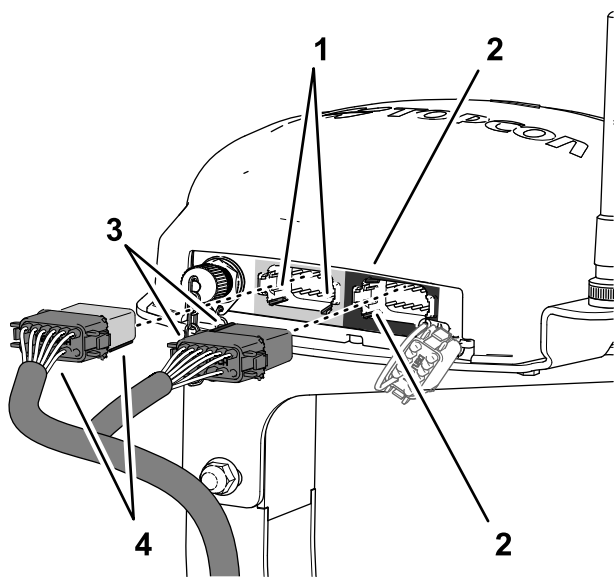

图200
3. 将数据线束的灰色和黑色 12 插槽接头较长一侧上的 2 个定位键与导航接收器左侧灰色 12 针接头的左侧、垂直外壁上的 2 个键槽对齐图200。
4. 将数据线束的灰色和黑色 12 插槽接头接入导航接收器的左侧灰色 12 针接头直至接头锁牢固卡在一起图200。
5. 将数据线束的黑色 12 插槽接头较短一侧上的 2 个定位键与导航接收器右侧黑色 12 针接头的左侧、垂直外壁上的 2 个键槽对齐图200。
6. 仅将数据线束的黑色 12 插槽接头接入导航接收器的左侧黑色 12 针接头直至接头锁牢固卡在一起图200。